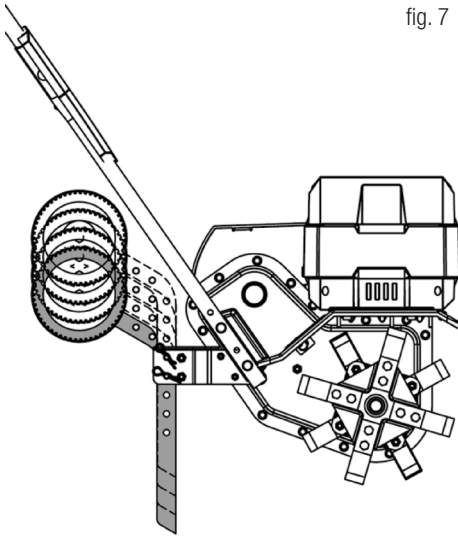

fig. 7
2. Las ruedas de apoyo se pueden girar, de esta manera podrá usar el tiro regulable, ajuste la profundidad antes de ponerse a trabajar. fig. 7.
Para colocar las ruedas en la posición de trabajo saque los pernos y los pasadores y voltee estas mismas como muestra la fig. 7. Después vuelva a colocar los pernos a la altura de trabajo deseada y fíjelos con los pasadores.